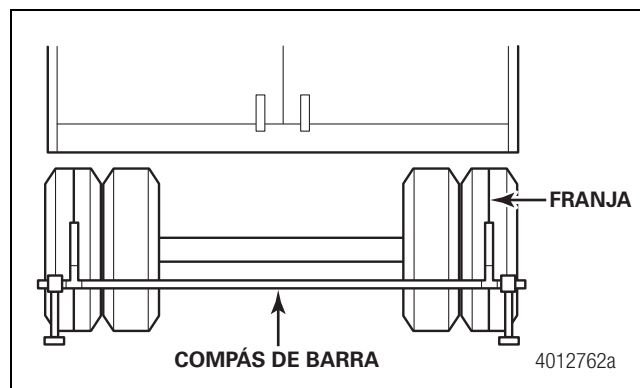

Figura 8.20
- Coloque un compás de barra en el centro de las franjas de pintura en cada uno de los neumáticos. Gire cada neumático una vuelta completa para marcar una línea sobre la superficie exterior del neumático. Figura 8.20.